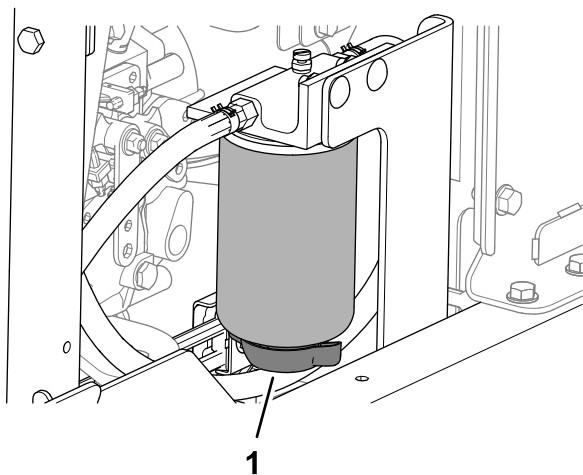

Figure 82
3. Placez un bac de vidange sous le robinet de vidange du séparateur eau-carburant (Figure 82).